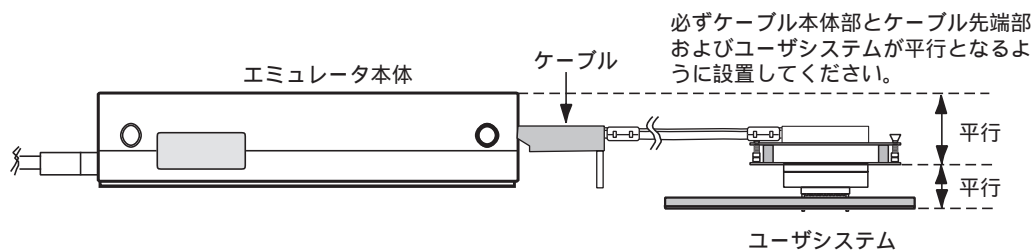

図12 設置例
- (1) ユーザシステムへの接続時には1ピン位置に十分注意して、誤接続は絶対にしないでください。
- (2) 本ユーザシステムインタフェースケーブルを使用する場合の推奨マウントパッド寸法は、MCU実装用マウントパッド寸法とは異なりますので注意してください。
- (3) 本ユーザシステムインタフェースケーブルは、HS2556EPI61Hエミュレータ専用ですので、他のエミュレータ本体には使用しないでください。
- (4) ケーブル本体部が断線する可能性がありますので、本ユーザシステムインタフェースケーブルの上に重いものや金属等の角の尖ったものを置かないでください。
- (5) ユーザシステムに接続した状態では、ユーザシステムインタフェースケーブル、特にケーブル先端部に無理な力が加わらないように注意する必要があります。図12の設置例を参照してご使用ください。